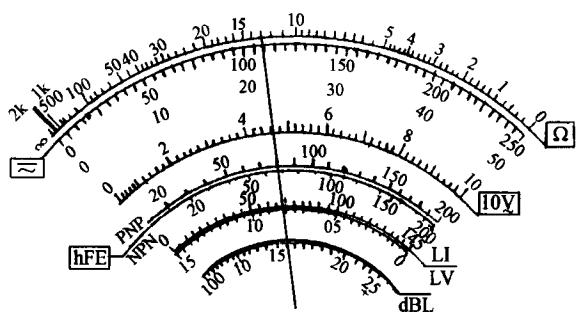

图 1-5 多用电表的示值
4. 读数:如图 1-5 所示,如果选择开关置于 $R \times 1 k$ 挡,请读出右图的测量值=刻度示值×倍率=_____。